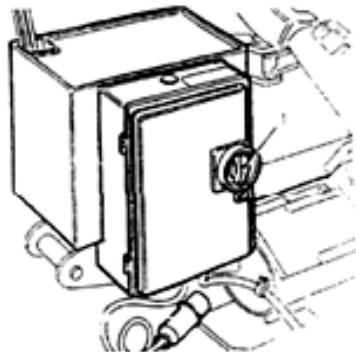

Fig 4
**Замечание: электрический и гидравлический моторы оснащены автоматическими выключателями при перегрузке (рис. 4).**
Поверните главный выключатель (1) (рис. 4), чтобы запустить мотор. Нажмите на левую педаль (7), зажимное устройство начнет вращаться против часовой стрелки. Нажмите правую педаль (7), зажим начнет вращаться по часовой стрелке. Переместите джойстик (5) в направлении «а» ↔ «б», консоль (2) переместится вверх-вниз; переместите джойстик (5) в направлении «с» ↔ «д», консоль (2) будет перемещаться слева направо и обратно. Переведите вверх переключатель (6), чтобы раскрыть зажим, переведите вниз переключатель (6), чтобы закрыть зажим.